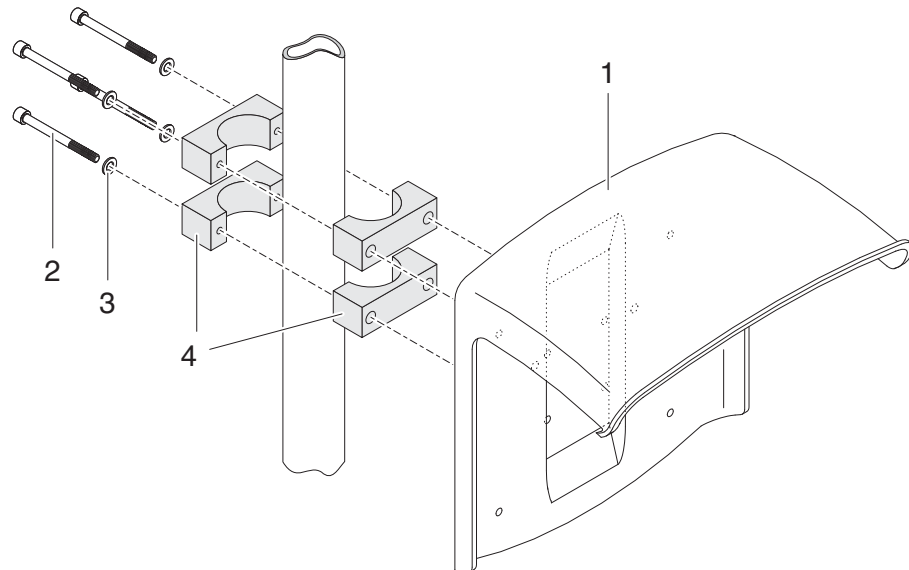

figure 3-18 Montage du toit de protection SSH/IQ sur une colonne de support
- 1 Visser le toit de protection (pos. 1 figure 3-18) avec les quatre vis à six pans creux (pos. 2), les rondelles (pos. 3) et les colliers (pos. 4), sur la colonne de support à la hauteur désirée, à partir du dos.